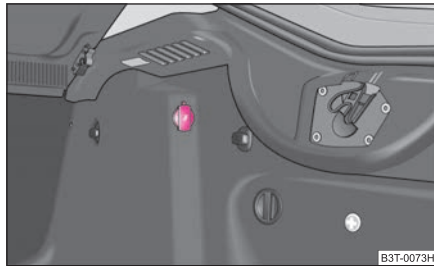

Abb. 90 Gepäckraum: Steckdose
- Öffnen Sie die Steckdosenabdeckung ⇒ **Abb. 90**.